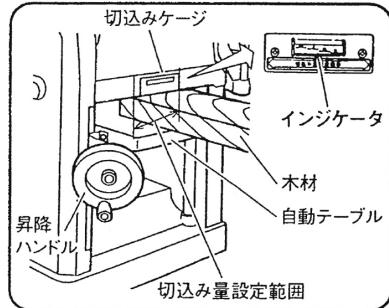

図 10
(1) 木材を自動テーブルにのせ、切込み量設定範囲内の位置で、ヘッド前面より 20~30mm 程度中へ入れてください。
(2) 木材上面が切込みゲージと接触し、インジケーターが切込み量を示します。（図 10）
**注** ●木材は自動テーブル面へ水平に接触させてください。水平に接触させないと表示された切込み量（図 10 参照）と実際の切込み量が異なる原因となります。